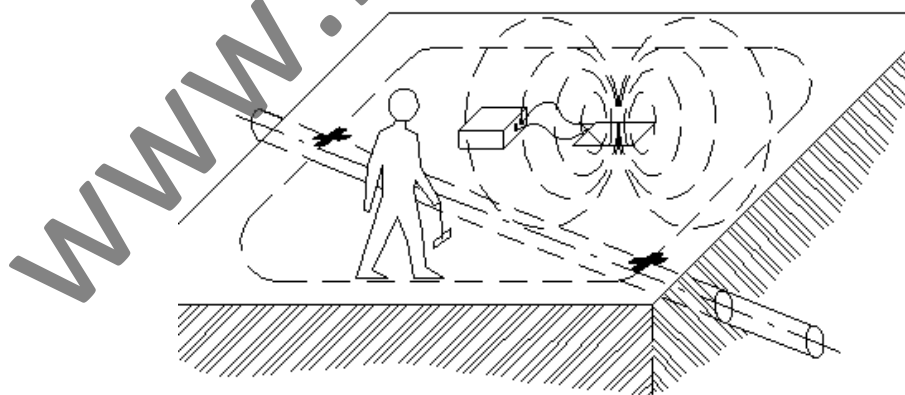

Рис.9. Первоначальное обследование площади
7.1.5. Для предварительного (рис.9) обследования неизвестной площади используют электромагнитную рамку в качестве источника сигнала. Выходное напряжение генератора при подключении рамки всегда следует устанавливать на минимум. Рамку располагают горизонтально в центре обследуемого участка и обходят его по периметру. Антенну приемника располагают горизонтально. Задача поиска обнаружить максимумы сигнала на границе обследуемой площади, которые могут быть местом прохождения коммуникаций. Так как направление пересечения периметра исследуемой площади коммуникациями неизвестно, то антенну при движении вдоль периметра следует периодически поворачивать вдоль вертикальной оси (достаточно угла в 90 градусов). Можно также дважды обойти периметр, держа антенну сначала поперек, а потом вдоль направления движения. Если обнаружены максимумы сигнала на границе площади, то можно уточнить измерения, пройдя по линиям, соединяющими найденные максимумы. Если направление коммуникаций примерно известно, то для получения максимального сигнала излучающую рамку следует располагать вертикально над осью коммуникации так, чтобы плоскость рамки совпала с направлением коммуникации. Наоборот, если расположить рамку строго над осью горизонтально, то сигнал в коммуникации практически будет отсутствовать. Поэтому горизонтальную рамку располагают в нескольких метрах в стороне от оси исследуемого объекта.